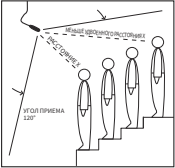

Рис. 1
- Микрофон должен быть расположен перед самым передним источником и выше самого заднего источника и должен быть направлен между ними (рис. 1).
- Если это возможно, расстояние от микрофона до заднего источника звука не должно превышать расстояние до переднего источника более, чем в два раза, чтобы поддерживать баланс передних и задних источников (рис. 1).